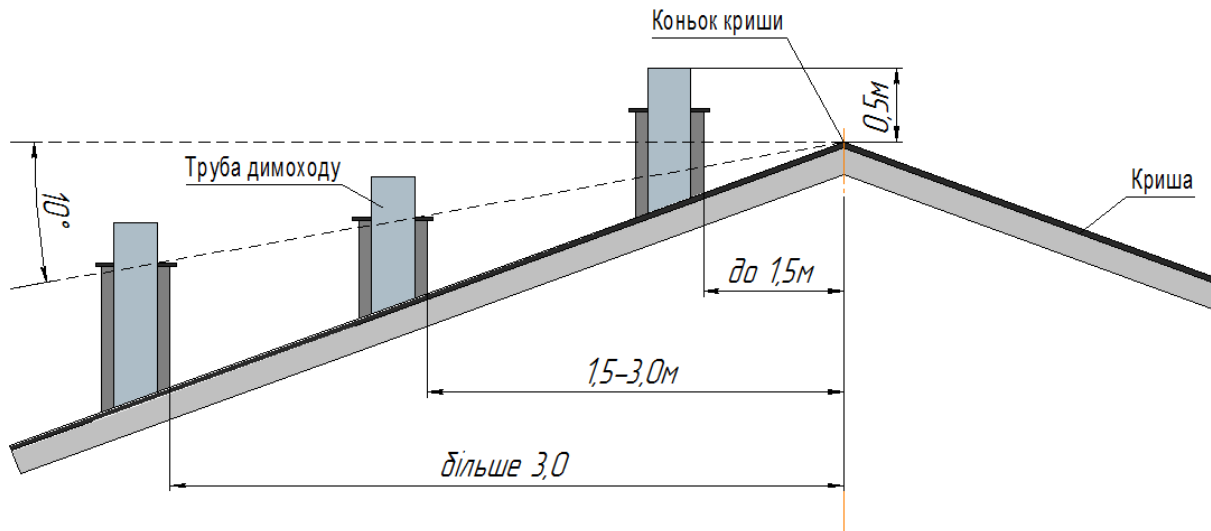

Рис.7 Рекомендована схема розміщення димової труби над гребеня даху.
- 6.3.5.3 Димохід повинен забезпечувати вихід димових газів з котла, не створюючи при цьому додаткових опорів (див. Рис.7 та Рис.8).